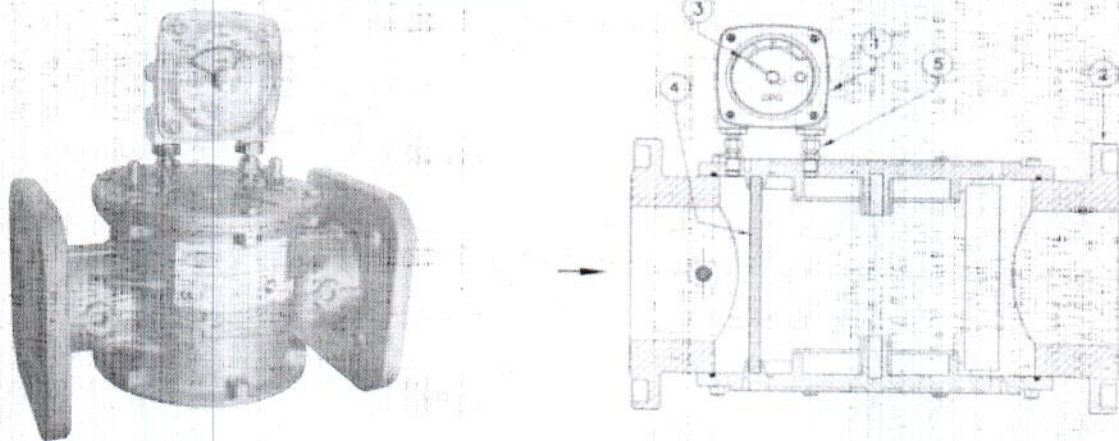

Рис.6
Фильтр с индикатором перепада давления (рис. 6) состоит из: индикатор перепада давления DP/G (1); корпус фильтра (2); шкала индикатора перепада давления (3); фильтрующий элемент (4); штуцеры крепления индикатора перепада давления (5).